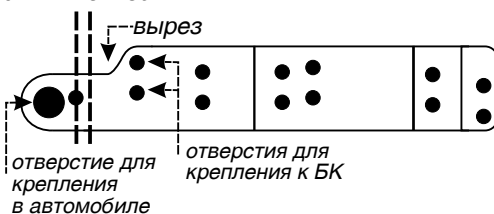

Рис. 4.23
4. Дисплей устанавливается на кронштейнах. Кронштейн, внешний вид которого приведен на рис. 4.23, представляет собой металлическую пластину.
5. Согните пластины по линиям сгиба, рис. 4.23, так, как показано на рисунке 4.24.